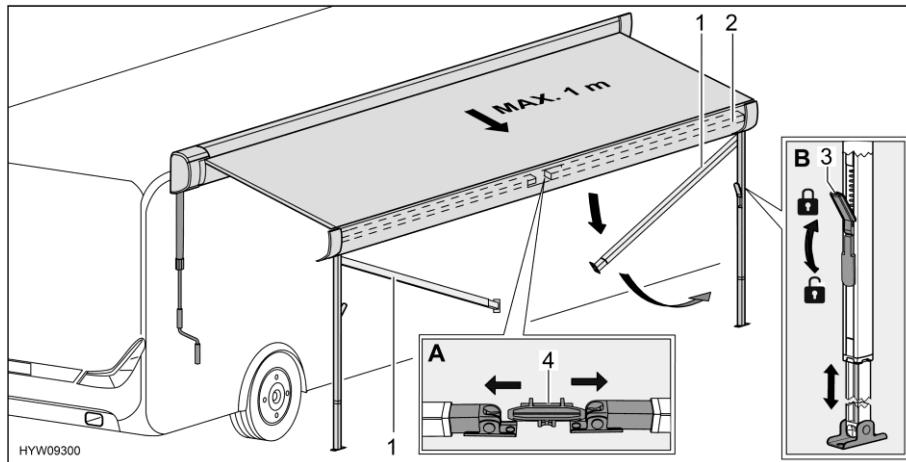

Fig. 46 Preparazione dei montanti di supporto
- Sbloccare i montanti di supporto (Fig. 46,1) dal supporto (Fig. 46,4) nel listello anteriore (Fig. 46,2). A tale scopo, premere leggermente verso l'esterno i montanti di supporto (Fig. 46,A).
- Allentare i blocchaggi (Fig. 46,3) dei montanti di supporto. A tale scopo, ripiegare la leva di serraggio verso il basso.
- Estrarre la parte inferiore dei montanti di supporto fino alla lunghezza desiderata (Fig. 46,B).
- Chiudere i blocchaggi (Fig. 46,3) dei montanti di supporto. A tale scopo, tirare verso l'alto la leva di serraggio.